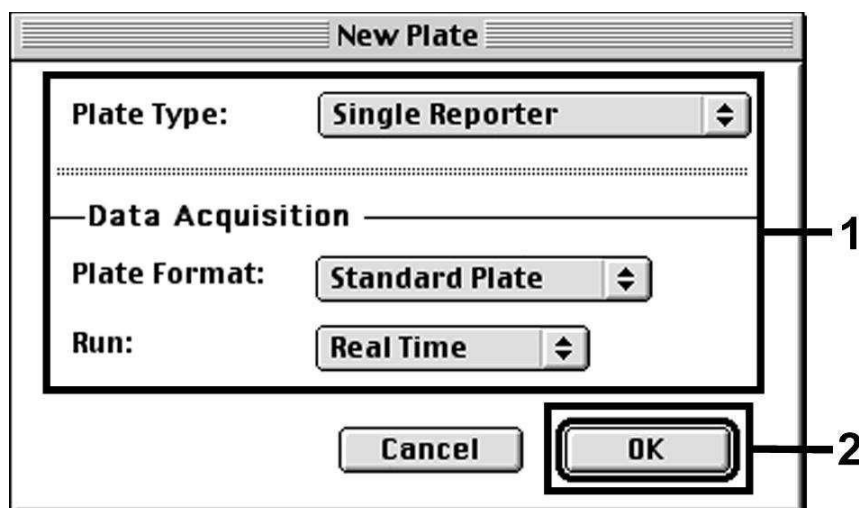

Fig. 9: Forindstillinger ved oprettelsen af en ny PCR-kørsel (*New Plate*).
Vælg på ABI PRISM 7700 SDS menupunktet *New Plate*, som befinder sig under *File*, og indstil for det nye dokument følgende grundindstillinger (se Fig. 9). Bekræft indtastningerne (OK).